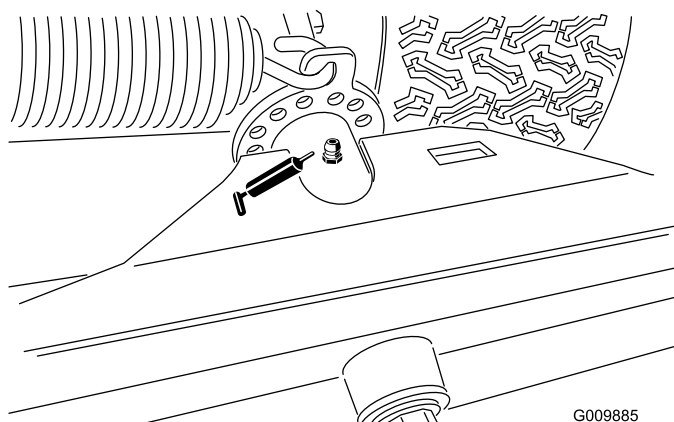

Figura 40
- Spinotto del cilindro di sollevamento posteriore (Figura 40)